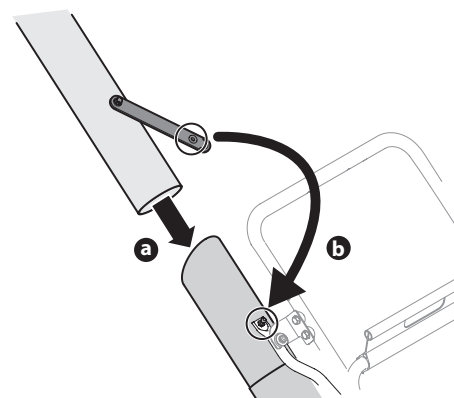

Figura 13
- b. Correa segura en extensión de manguera para fijar en asamblea de manguera. Vea la Figura 13.